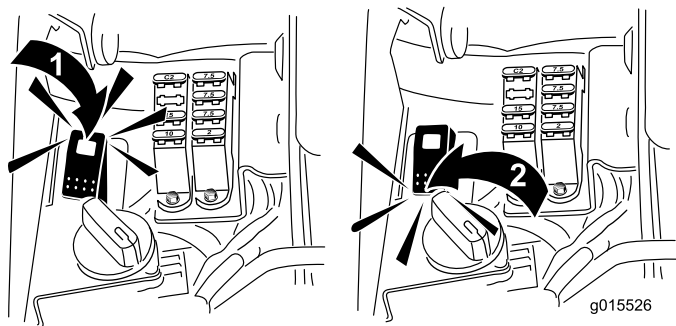

Figura 59
5. Gire el Interruptor de autoafilado a la posición de marcha atrás (R) (Figura 59).